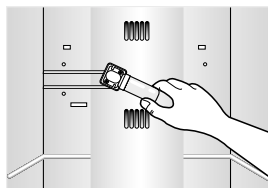

Figura 41
- Cambie la bombilla. Tras cambiar la bombilla siga los pasos anteriores de desmontaje en orden inverso, para volver a montar el conjunto. (Figura 41)